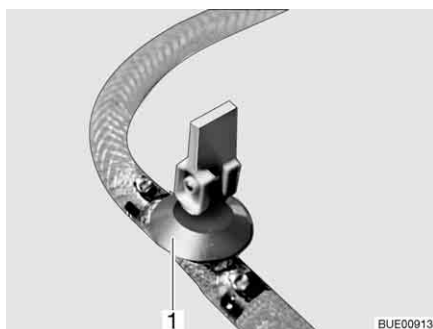
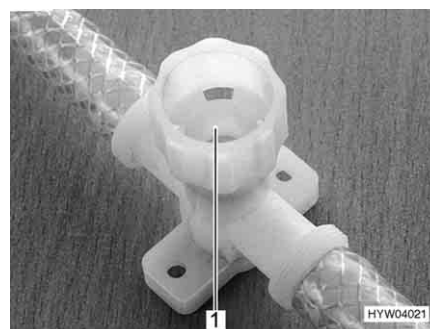

Fig. 203 Llave de desagüe (con balancín)
Fig. 204 Llave de desagüe (con tapa giratoria)
- Abrir todas las llaves de desagüe. Para esto, poner el balancín de la llave de desagüe (Fig. 203,1) en posición vertical o girar la tapa de la llave de desagüe (Fig. 204,1) en sentido contrario a las agujas del reloj.